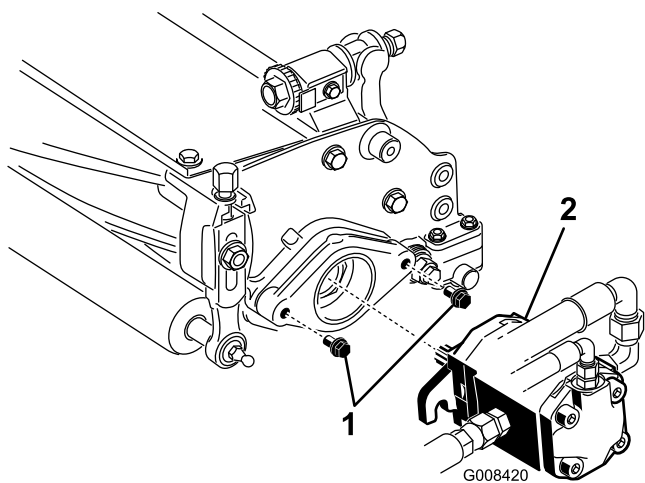

Figura 11
- Assicuratevi che su ciascun bullone di montaggio del motore principale del cilindro sporgano circa 13 mm di filettatura (Figura 11).
- Spalmate grasso pulito sull'albero scanalato del motore e montate il motore ruotandolo in senso orario in modo che le relative flange non tocchino i prigionieri. Girate il motore in senso antiorario finché le flange non circondano i prigionieri (Figura 11).
- Serrate i bulloni di fissaggio (Figura 11).